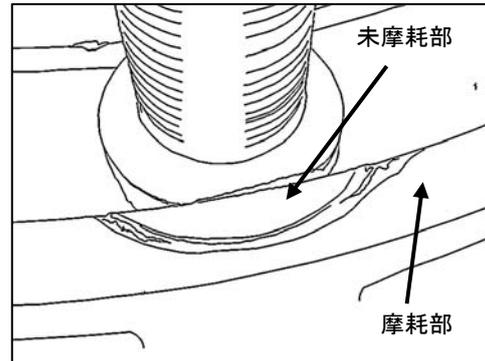

図2 A部詳細
- 1) アクスルのスピンドル部は、図 2 に示す箇所の亀裂、損傷がないかを点検する。